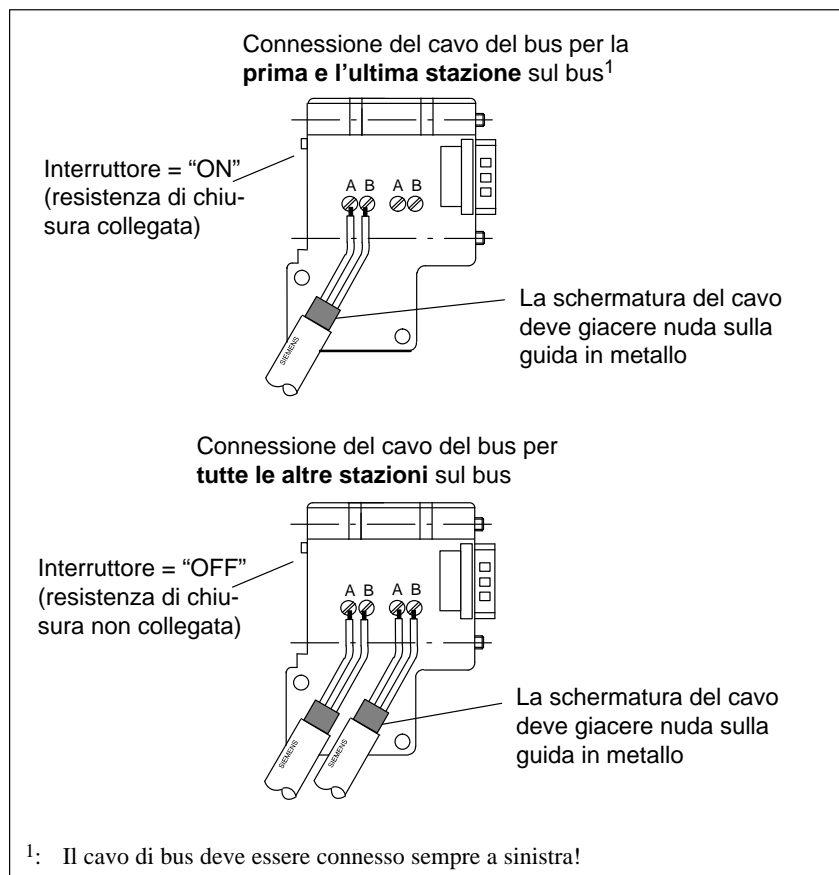

Figura 3-15 Il collegamento del cavo di bus con la spina di collegamento del bus (6ES7 972-0B.40 ...)
3. Posare i fili verde e rosso nel blocco del morsetto a vite come da figura 3-15.